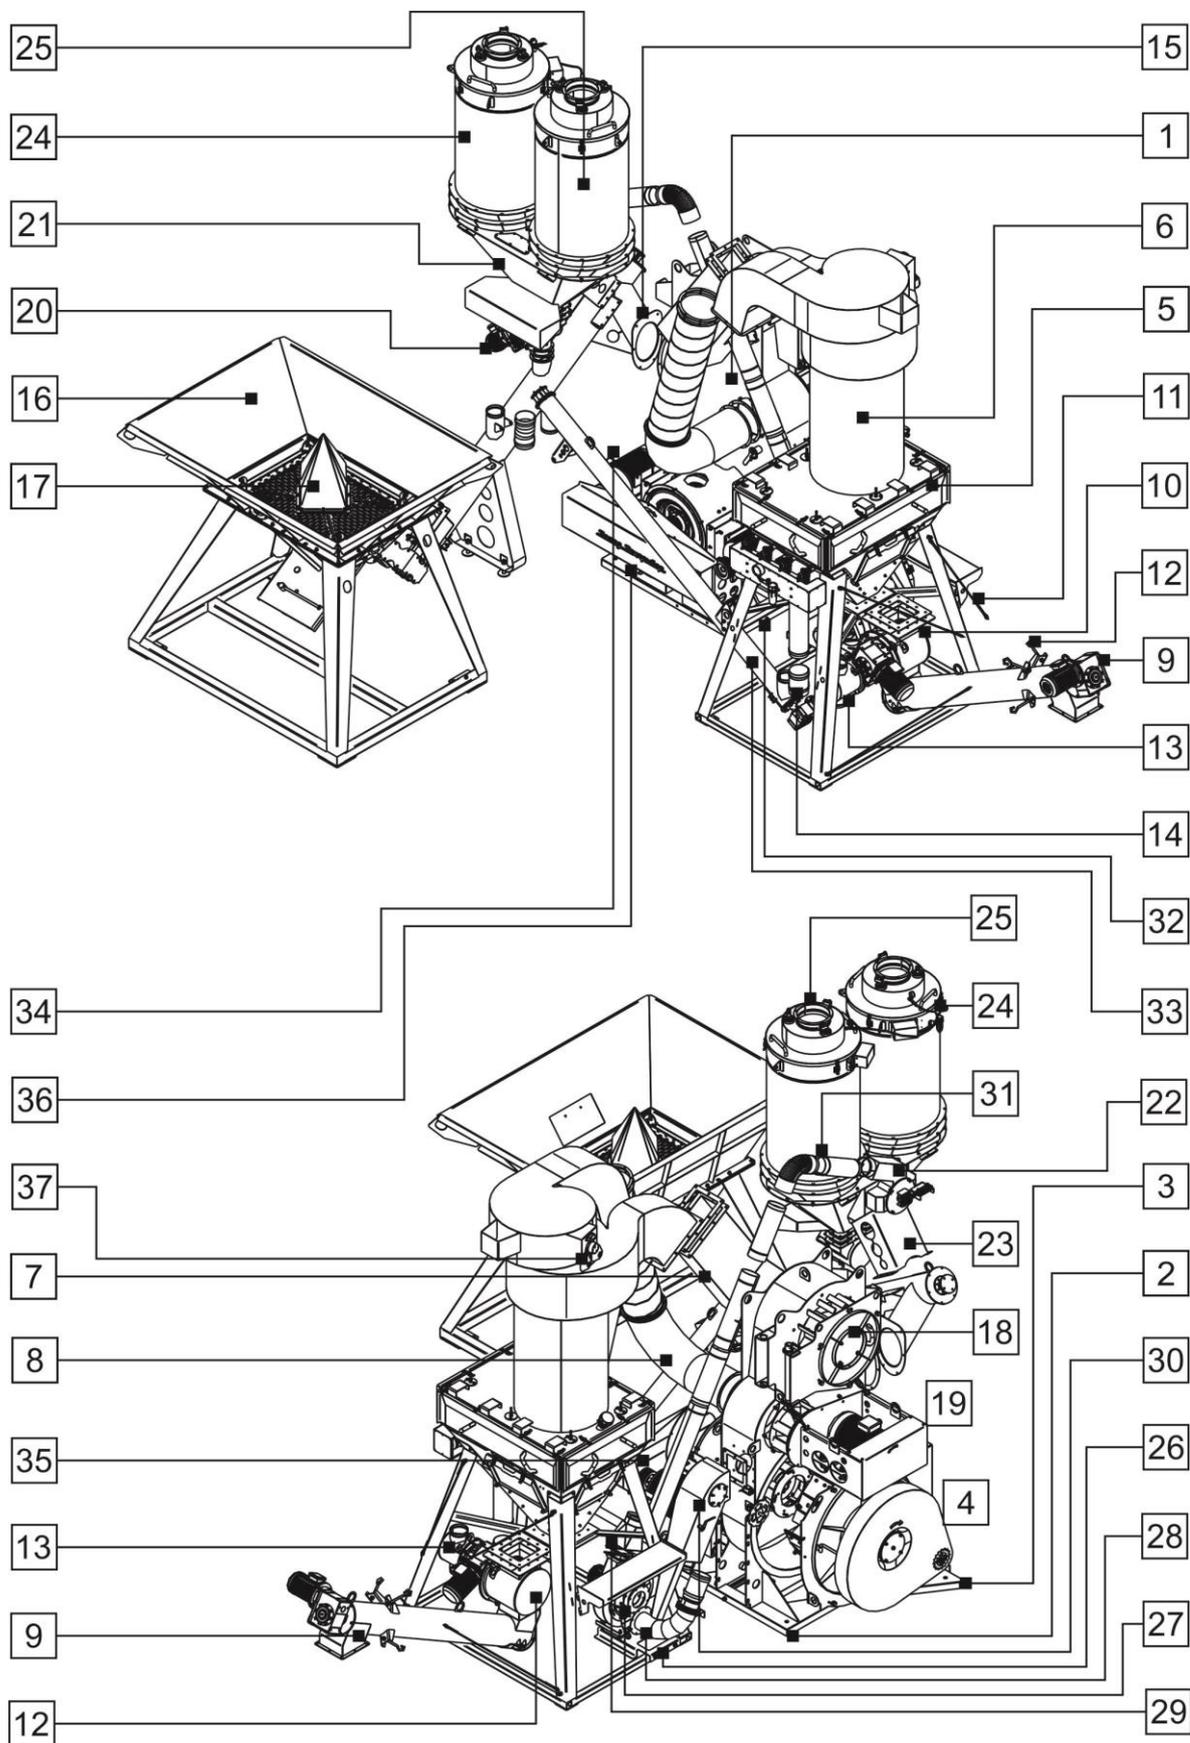
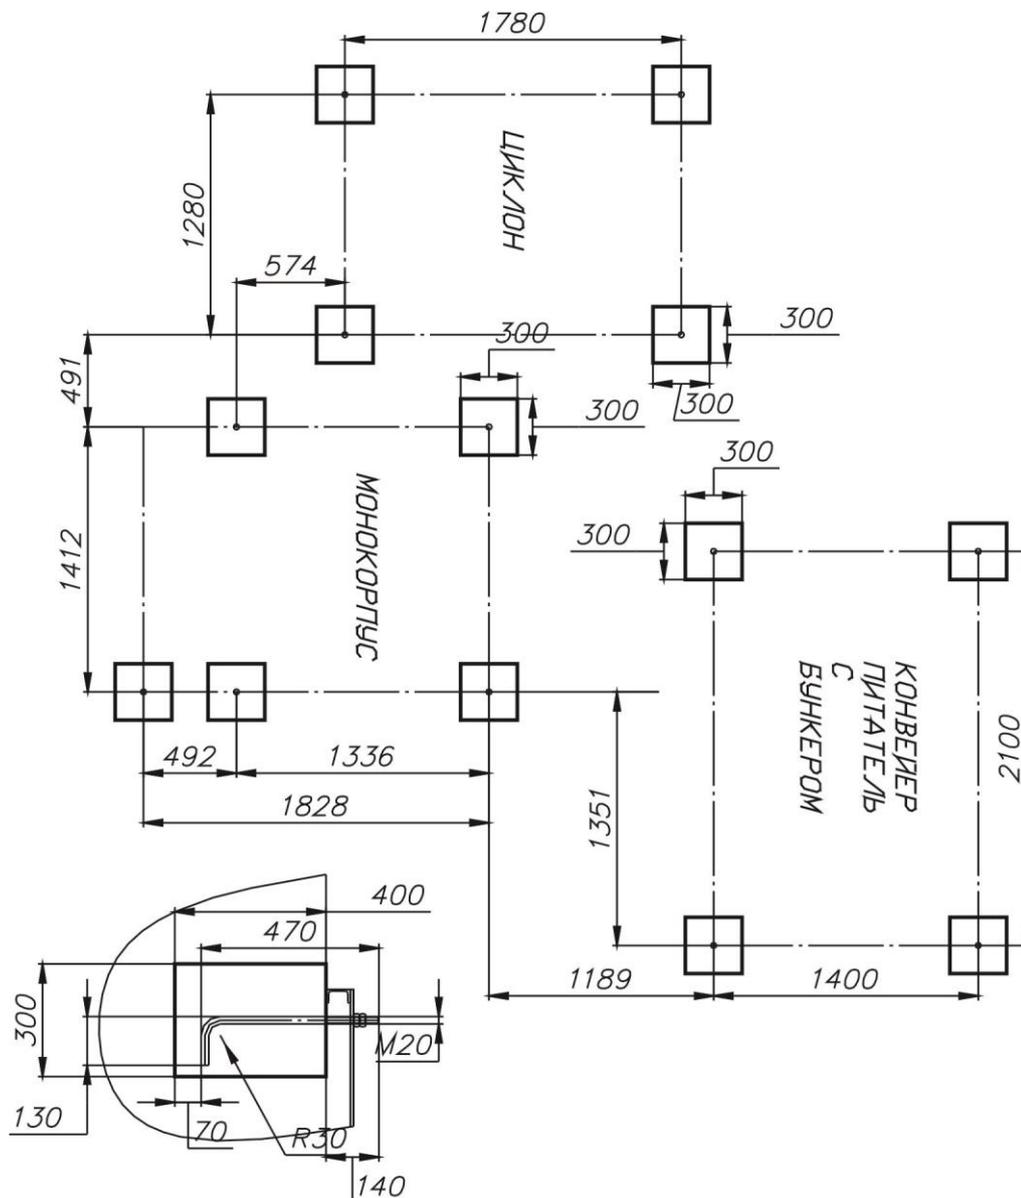

Рис. 23
Рис. 24
Сборку изделия необходимо проводить в следующей последовательности (Рис. 23):
1. Установить монокорпус (1) вертикально на заранее подготовленный фундамент. С помощью болтов присоединить к площадке-основанию (2) направляющую дорожку (3);
2. Площадку-основание (2) необходимо крепить к фундаменту анкерами или фундаментными болтами с усилием на вырывание - 2500 кгс. Межцентровые расстояния отверстий площадки-основания, предназначенные для анкерования, показаны на Рис. 24;
3. Подсоединить шину заземления к резьбовой шпильке площадки-основания (2);
4. Установить на площадку двери блока элеватора (4) колесную опору (на Рис. 23 не показана). Совместить петли двери блока элеватора (4) с отверстиями петель монокорпуса (1), установить ось, зашплевировать ее. Проверить плавность хода двери блока элеватора (4), прилегание колесной опоры к направляющей дорожке (3). Колесная опора должна опираться на направляющую дорожку, в противном случае необходимо установить проставочные пластины между площадкой двери блока элеватора и колесной опорой;
5. Установить защитный кожух цепной передачи блока элеватора (4);
6. Закрыть дверь блока элеватора (4) и зафиксировать ее штурвалом, а затем резьбовыми прижимами. При затягивании резьбовых прижимов не следует прикладывать чрезмерные усилия, в противном случае уплотнение двери может быть повреждено;
7. Установить раму узла рассеивания (5) в сборе с узлом регенерации сита и датчиком уровня вертикально на заранее подготовленный фундамент, согласно схеме анкерования (Рис. 24);
8. Раму узла рассеивания (5) необходимо крепить к фундаменту анкерами или фундаментными болтами с усилием на вырывание - 2500 кгс. Межцентровые расстояния отверстий рамы, предназначенные для анкерования, показаны на Рис. 24;
9. Через резиновую прокладку соединить окно входа циклона (6) с фланцем транспортного воздуховода (7), а окно выхода с фланцем возвратного воздуховода (8);
11. Через резиновую прокладку присоединить винтовой конвейер (9) вместе со шлюзовым затвором БГ-20 (10) к фланцу корпуса узла рассеивания (5). Закрепить венты (11) на крюках (12) и отрегулировать их так чтобы фланцы шлюзового затвора БГ-20 (10) и корпуса узла рассеивания были параллельны друг другу. Затянуть болты крепления;
12. Вставить вал шлюзового затвора «крупки» (13) во втулку мотор-редуктора шлюзового затвора БГ-20 (10). Сориентировать шлюзовой затвор «крупки» (13) так чтобы его патрубки были строго вертикальны. Закрепить шлюзовой затвор «крупки» (13) в данном положении, притянув болтами соединительный элемент «катушка» к корпусу мотор-редуктора шлюзового затвора БГ-20 (10).
13. Соединить верхний патрубок шлюзового затвора «крупки» (13) с патрубком вывода «крупки» корпуса узла рассеивания (5) рукавом (14). Зафиксировать рукав (14) червячными хомутами;
14. Через резиновую прокладку соединить фланец разгрузочного патрубка винтового конвейера-питателя (15) с отверстием монокорпуса (1). Отрегулировать высоту опор конвейера-питателя;
15. Установить бункер сырья (16) в сборе с просеивающей виброрешеткой (17) таким образом, чтобы резьбовые шпильки плоского затвора вошли в соответствующие отверстия фланца загрузочного патрубка конвейера-питателя. На резьбовые шпильки накрутить гайки и затянуть их. Площадки рамы бункера сырья необходимо крепить к фундаменту анкерами или фундаментными болтами с усилием на вырывание - 2500 кгс. Межцентровые расстояния отверстий площадок рамы, показаны на Рис. 24;
16. Подключить шину заземления к резьбовой шпильке заземления рамы бункера сырья (16);
17. Распашную дверь (18) центробежного классификатора установить на монокорпус (1), совместив отверстия петель. Установить ось и зашплевировать ее. В отверстия в монокорпусе (1) вставить пластины направляющего аппарата. Закрыть распашную дверь (17), зафиксировать ее резьбовыми прижимами. При затягивании резьбовых прижимов не следует прикладывать чрезмерные усилия, в противном случае прокладка из пористой резины может быть повреждена;
18. Через резиновую прокладку установить на шпильки монокорпуса (1) вентилятор наддува (19), дополнительно закрепив его поддерживающими талрепами. Соединить корпус вентилятора (19) с монокорпусом (1) проводом массы (медной «косичкой»), чтобы они представляли собой единую электрическую цепь;
19. Через резиновую прокладку установить на патрубок винтового конвейера-питателя (15) шлюзовой затвор пыли (20) вместе с пирамидой-основанием (21) и распределителем потока (22). Зафиксировать на корпусе винтового конвейера-питателя (15) опору (23) пирамиды-основания (21). Проверить горизонтальность плоскости пирамиды-основания (21);
20. Проверить состояние резиновых уплотнений, наклеенных вокруг верхних отверстий пирамиды-основания (21) и установить кассетные фильтры (24, 25). Затянуть болты, проверить герметичность соединения фильтров (24, 25) с пирамидой-основанием (21). При необходимости допускается использовать герметик для получения пылеплотного соединения;
21. Установить площадку (26) соединив ей площадку-основание (2) и раму узла рассеивания (5). На виброизоляторы площадки (26) поставить пылевой вентилятор (27) в сборе с поворотным воздуховодом (28) и патрубком выхода (29) и закрепить его. Корпус пылевого вентилятора (27) соединить с площадкой (26) проводом массы (медной косичкой), чтобы они представляли собой единую электрическую цепь;
22. Через резиновую прокладку присоединить к монокорпусу (1) короб сброса избыточного воздуха (30). Эластичным рукавом соединить поворотный воздуховод пылевого вентилятора (27) с коробом сброса избыточного воздуха (30) монокорпуса (1). Закрепить рукав червячными хомутами;
23. Наклонным воздуховодом (31) соединить патрубок выхода (29) пылевого вентилятора (27) с распределителем потока (22). Зафиксировать соединительные элементы наклонного воздуховода (31) червячными хомутами, проверить герметичность соединений. При необходимости допускается использовать герметик для получения пылеплотного соединения;
24. Между стоек узла рассеивания (5) установить штангу (32). На штангу (32) сверху одеть крюк корпуса винтового конвейера «крупки» (33). Верхнюю стойку винтового конвейера «крупки» (33) закрепить на ушках патрубка винтового конвейера-питателя (15). Эластичными рукавами соединить выход винтового конвейера «крупки» с патрубками конвейера-питателя (15) и шлюзового затвора «крупки» (13);
25. На двигательные площадки установить электродвигатели (34), (35) в сборе с ведущими шкивами. Проверить параллельность канавок ведущих шкивов относительно ведомого шкива амортизационного блока. Для проверки следует использовать линейку или натянутую струну. В случае обнаружения: плоскопараллельного, горизонтального или вертикального перекосов их следует устранить путем регулирования положения ведущих шкивов на валах электродвигателей (34), (35) и (или) положения самих электродвигателей относительно двигательных площадок. После проверки шкивов, надеть на них клиновые ремни и закрыть передачу защитным кожухом (36);